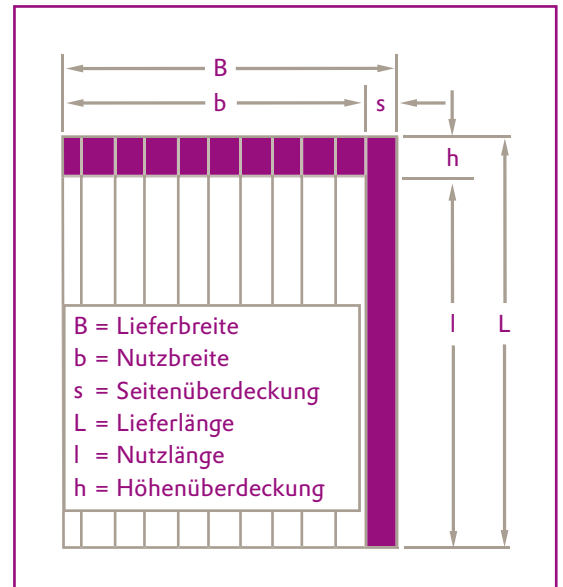

Abb. 1: Überdeckungen bei Wellplatten
Typisch für Wellplatten ist die „überdeckende“ Verlegeweise. Um entsprechend der Verglasungsfläche die **richtige Platten-Menge für die Bestellung** beim Plattenlieferanten ermitteln zu können, ist daher Folgendes zu beachten. Die Nutzungsbreite (b) ist kleiner als die Plattenbreite (B). Dies entsteht durch die Überdeckung (s) des ganzen oder halben Randwellenberges. Bei nicht zugeschnittenen Platten ist die Verlegung mit schmaler Überdeckung nur für nicht strukturierte Platten möglich. Die schmale Überdeckung sollte nur verwendet werden, wenn keine Ansprüche an die Dichtigkeit der Überdeckung gestellt werden (z. B. Innenräume). Ähnliches gilt für die Höhenüberdeckung (h) bei größeren Dachlängen (Abb. 1+2).
Die Wärmedehnung von Acrylglas und die übliche punktweise Befestigung erfordern, die Plattenlänge zu beschränken. **Die verlegten Platten dürfen einzeln nur maximal 4000 mm lang sein.** Bei größeren Dachlängen sind mehrere Einzelplatten höhenüberdeckend zu verlegen (Abb. 1 und 2).